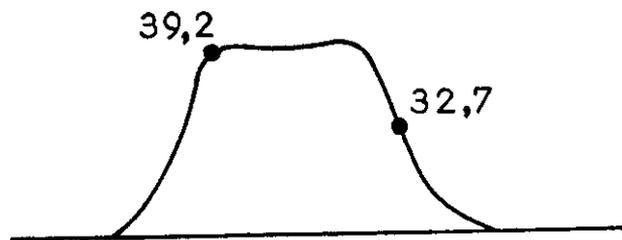

Fig. 4
- Régler le circuit MF du convertisseur avec le tournevis spécial (réf. 571 011) et retoucher le circuit d'entrée de la barrette MF-UHF, afin d'obtenir la courbe de la figure 4).